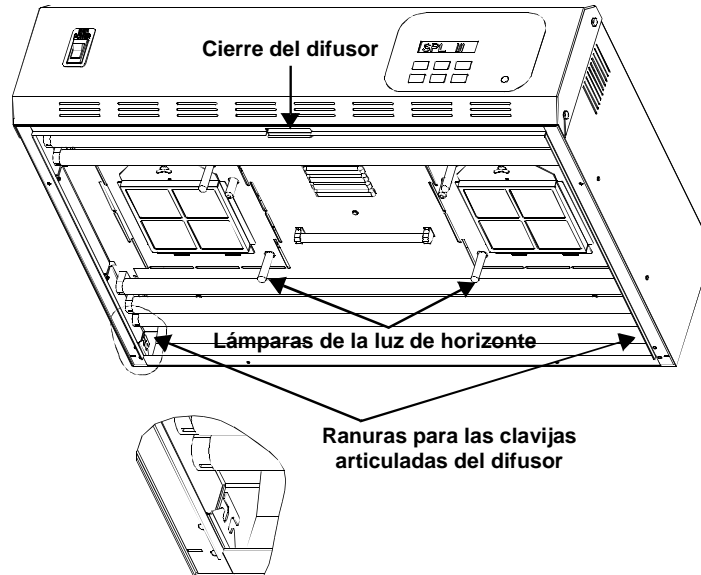

Figura 11. Luminaria y montaje del difusor
5. Introduzca las clavijas articuladas del difusor en las ranuras situadas en las esquinas de la parte inferior trasera de la luminaria. Consulte la Figura 11.